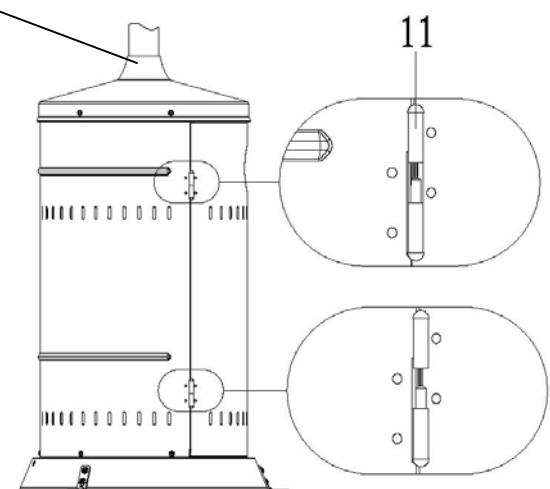

Abb.2
**SCHRITT 7:** Tür am Gehäuse anbringen. (Siehe Abb. 2 und Abb. G)